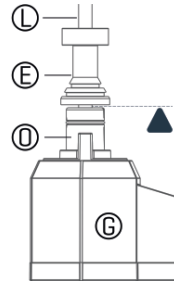

Figura 6
Para el uso con bancos de trigger de fábrica de GEWA, el plato superior debe estar colocado lo suficientemente elevado como para que el tornillo roscado de la fijación superior Hi-Hat (E) no presione hacia abajo el eje del controlador (O). Consulte la *Figura 6* a efectos de comparación.
- 3 Luego del paso 2, el tope de goma del clutch (E) debe tocar el controlador del Hi-Hat del soporte móvil (O) sin presionar el eje hacia abajo (ver la *Figura 6*). Esto corresponde a un espaciado mínimo del plato (S) de aproximadamente 19 mm (¾").